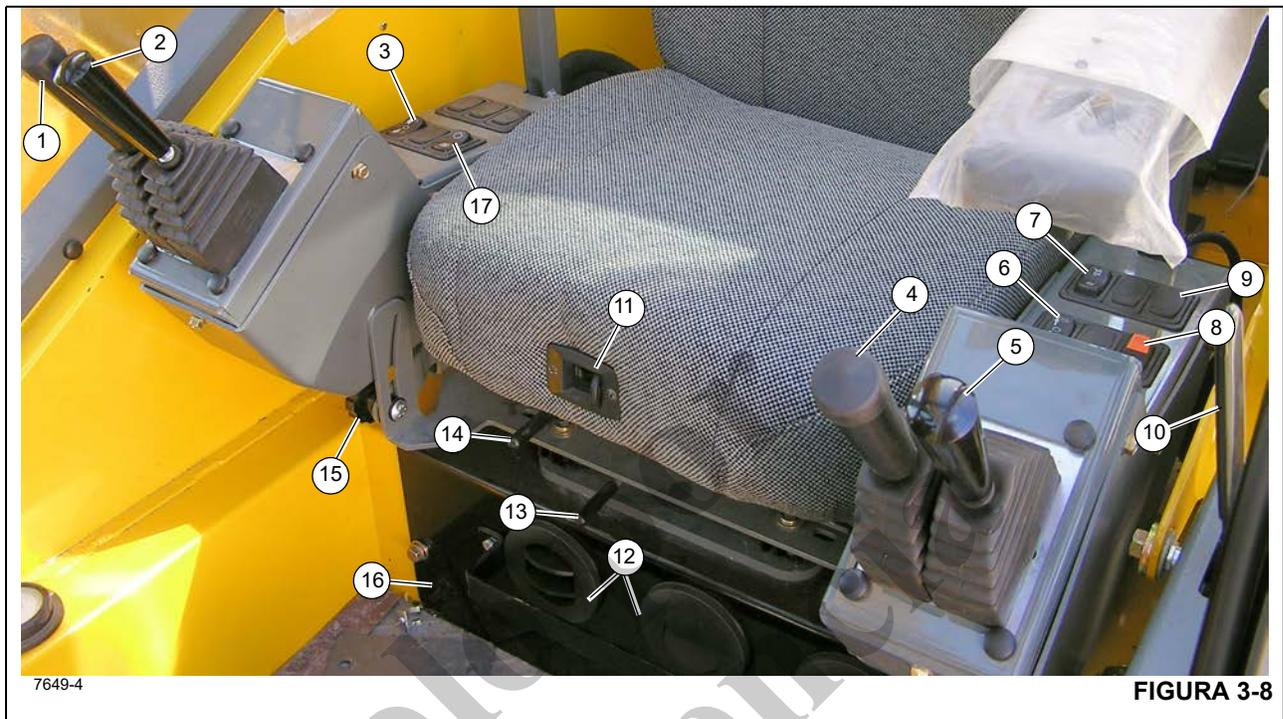

Figura 3-8 - Números de artículos
El indicador de diferencial del eje bloqueado (22) (Figura 3-6) se encuentra en la pantalla de medidores en la columna de dirección. Este indicador se ilumina en ámbar después de mover el interruptor de bloqueo del diferencial (9) (Figura 3-8) a la posición de bloqueo con los interruptores de bloqueo del diferencial del vehículo en cada eje cerrados. Cuando el interruptor está en la posición de bloqueo, no hay acción del diferencial entre ruedas.
El control del malacate principal (1) (Figura 3-8) se encuentra en el apoyabrazos derecho. Cuando la palanca de control se mueve hacia adelante, el cable desciende. Cuando se tira hacia atrás, el cable se eleva.
El control de elevación de pluma (2) (Figura 3-8) se encuentra en el apoyabrazos derecho. Cuando la palanca de control se coloca hacia adelante se baja la pluma; cuando se coloca hacia atrás, se eleva la pluma.
El interruptor selector de velocidad del malacate principal (3) (Figura 3-8) es un interruptor de contacto mantenido, de tres posiciones (ALTA/APAGADO/BAJA), que se encuentra en el apoyabrazos derecho. Si se coloca el interruptor en la posición ALTA, esto habilita las funciones del malacate y energiza el solenoide de alta velocidad del malacate principal, lo que tiene por resultado altas velocidades del cable. Si se coloca el interruptor en la posición central de APAGADO, esto evitará el funcionamiento del malacate. Si se coloca el interruptor en la posición BAJA, esto habilita las funciones del malacate principal y desenergiza el solenoide de alta velocidad del malacate principal, lo que tiene por resultado bajas velocidades del cable.
El control de telescopización o del malacate auxiliar (4) (Figura 3-8) se encuentra en el apoyabrazos izquierdo. La palanca controla las funciones de telescopización cuando la grúa no está provista de malacate auxiliar. Empuje la palanca de control hacia adelante para extender la pluma, o tire de la palanca de control hacia atrás para retraerla.
La palanca de control de giro (5) (Figura 3-8), ubicada en el apoyabrazos derecho, regula la función de giro. Cuando la palanca de control se mueve hacia adelante, la plataforma gira en sentido horario; cuando la palanca de control se mueve hacia atrás, la plataforma gira en sentido contrahorario. La palanca de control acciona una válvula de control por presión piloto para proporcionar rotación continua de 360 grados en el sentido deseado.
El interruptor selector de velocidad del malacate auxiliar (6) (Figura 3-8) es un interruptor de contacto mantenido, de tres posiciones (ALTA/APAGADO/BAJA), que se encuentra en el apoyabrazos izquierdo. Si se coloca el interruptor en la posición ALTA, esto habilita las funciones del malacate auxiliar y energiza el solenoide de alta velocidad del malacate auxiliar, lo que tiene por resultado altas velocidades del cable. Si se coloca el interruptor en la posición central de APAGADO, esto evitará el funcionamiento del malacate. Si se coloca el interruptor en la posición BAJA, esto habilita las funciones del malacate auxiliar y desenergiza el solenoide de alta velocidad del malacate auxiliar, lo que tiene por resultado bajas velocidades del cable.
El interruptor de dirección trasera (7) (Figura 3-8) es un interruptor tipo basculante de tres posiciones, con retorno por resorte a la posición de APAGADO, y se encuentra en el apoyabrazos izquierdo. Presione la parte inferior del interruptor para accionar una válvula de control que gira las ruedas traseras hacia la izquierda, lo cual hace que la grúa vire hacia la derecha. Presione la parte superior del interruptor para accionar una válvula de control que gira las ruedas traseras hacia la derecha, lo cual hace que la grúa vire hacia la izquierda. Cuando las ruedas no están centradas, la luz del indicador de ruedas traseras no centradas en la columna de dirección se enciende. Cuando se suelta el interruptor, éste vuelve a la posición central de APAGADO.
El interruptor del freno de giro (8) (Figura 3-8) se encuentra en el apoyabrazos izquierdo. Este interruptor de dos posiciones (ON/OFF) sirve para regular una válvula hidráulica que envía un caudal de presión regulada hacia el freno de giro y desde el mismo. Al colocar el interruptor en la posición ON se aplica el freno de giro y al colocarlo en OFF se suelta el freno de giro. Cuando el interruptor está en la posición de encendido, la luz indicadora roja en la columna de dirección se ilumina. El interruptor tiene un bloqueo para evitar el accionamiento inesperado.
El control de bloqueo del diferencial (Axle Diff) (9) (Figura 3-8) se encuentra en el apoyabrazos izquierdo. Éste es un interruptor de dos posiciones de contacto momentáneo. Con el control en la posición LOCK, las estrías del collar de cambios se engranan en las estrías de la caja del eje para unir el conjunto de diferencial y los semiejes y así eliminar el efecto diferencial entre las ruedas. En la posición UNLOCK existe un efecto diferencial entre las ruedas en todo momento. El indicador ámbar en la columna de dirección se ilumina cuando los interruptores de proximidad en cada eje se activan.
Utilice la palanca del mecanismo de desbloqueo de la puerta de la cabina (10) (Figura 3-8) para abrir o cerrar la puerta de la cabina desde el interior de la cabina.
Para ajustar el respaldo del asiento, presione la perilla de ajuste (11) (Figura 3-8) y luego ajuste el asiento según sea necesario.
La unidad de control de climatización del acondicionador de aire/calefactor de la cabina de la grúa (16) (Figura 3-8) se encuentra en la cabina, debajo del asiento del conductor. Los registros (12) forman parte de la unidad de control de climatización y se pueden ajustar para dirigir el flujo de aire.
El movimiento de la palanca de deslizamiento del asiento (13) (Figura 3-8) sólo deslizará el asiento, hacia adelante o hacia atrás.
El movimiento de la palanca de deslizamiento del bastidor del asiento (14) (Figura 3-8) deslizará el asiento, el apoyabrazos y el bastidor del asiento hacia adelante o hacia atrás.
El apoyabrazos y los controles del apoyabrazos se pueden ajustar por medio de las perillas de ajuste (15) (Figura 3-8). Afloje la perilla y gire todo el apoyabrazos a la posición deseada, vuelva a apretar la perilla una vez que se haya terminado de realizar el ajuste.
Los indicadores de rotación de malacate para el malacate principal y el malacate auxiliar se encuentran en la parte superior de cada palanca de control de malacate (1, 4) (Figura 3-8). Cada indicador se controla electrónicamente por medio de una señal de entrada recibida de un sensor instalado en el malacate correspondiente y una señal de salida de un módulo de control. Cada palanca de control de malacate (1, 4) vibra cuando su malacate está funcionando de manera que el pulgar del operador pueda sentirlo.
El interruptor de aumento hidráulico (17) (Figura 3-8) se encuentra en el apoyabrazos derecho. Este interruptor de dos posiciones se utiliza para controlar la válvula selectora de aumento de velocidad alta. Cuando se coloca el interruptor en la posición de encendido (ON), se energiza la válvula de solenoide. En este estado, la válvula de solenoide detiene el caudal de aceite de la sección N° 2 de la bomba N° 1 a la válvula de dirección trasera/estabilizadores. La válvula de retención de leva se abre para combinar este caudal de aceite con el caudal entregado por la sección N° 1 de la bomba N° 1.